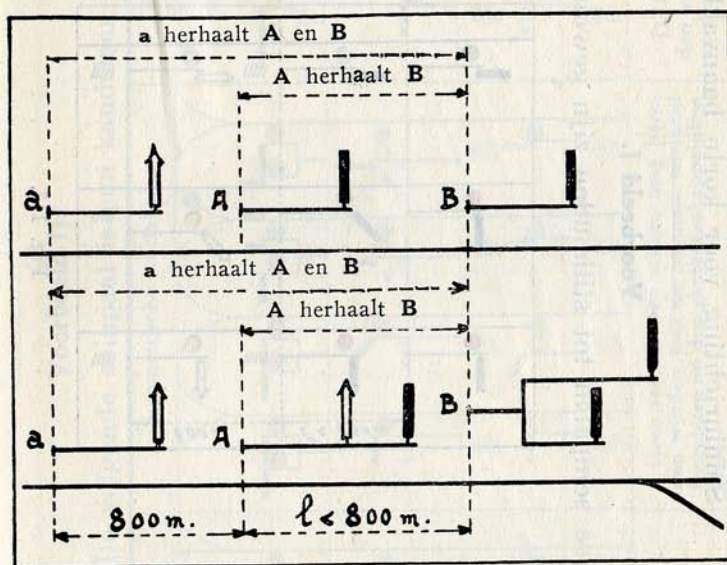

Fig. 112.
Wanneer de afstand tusschen twee opeenvolgende seinpalen tot stilhouden (A en B) kleiner is dan 800 meter (geval van de korte baanvakken), herhaalt men de aanwijzingen van den volgenden seinpaal (B), niet alleen door middel van den voorgaanden seinpaal (A) doch, buitendien, door middel van het waarschuwingssein (A) dat er aan voorafgaat (fig 112).